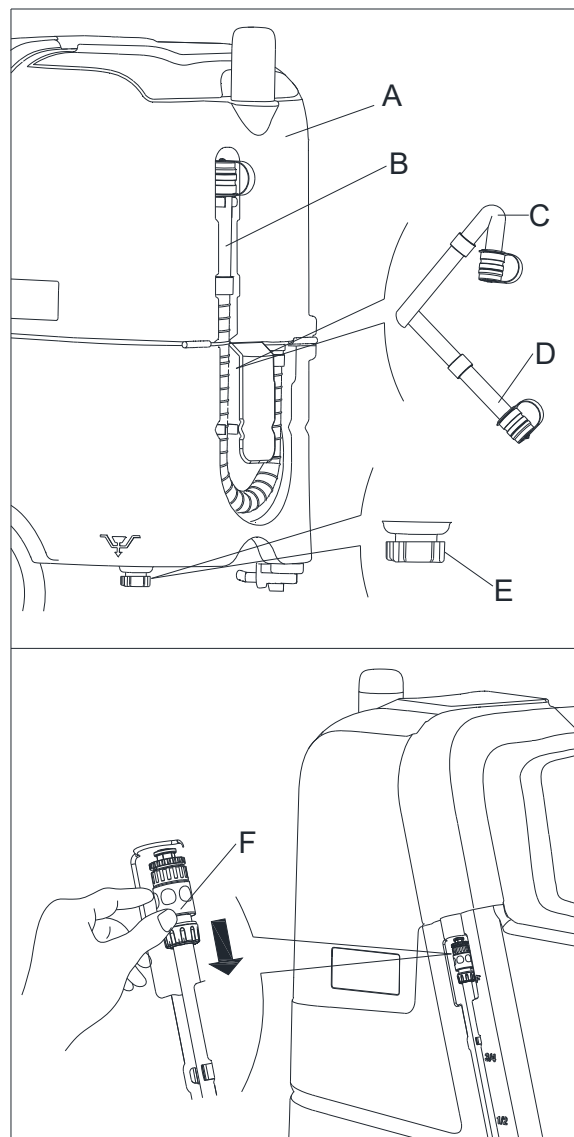

Figura 9
Quando o LCD vermelho (35, Figura 2) acender indica que o tanque de recuperação (A, Figura 9) está cheio, o motor a vácuo para de trabalhar para secar o piso, esvazie o tanque de recuperação como nas etapas de fluxo:
3. Drene o tanque de recuperação usando a mangueira de drenagem (B, Figura 9) e limpe o tanque de recuperação.
Quando drenar a água suja, a mangueira de drenagem deve estar dobrada (C, Figura 9) e colocada numa posição baixa (D, Figura 9) antes de abrir a tampa da mangueira de drenagem. Não coloque a saída da mangueira de drenagem para cima para drenar a água verticalmente, de modo a evitar salpicos de água suja no operador.
2. Esvazie o tanque de solução através da saída (E, Figura 9). De seguida, passe o tanque por água limpa. A água também pode ser drenada pela desconexão da conexão de dreno (F, Figura 9).